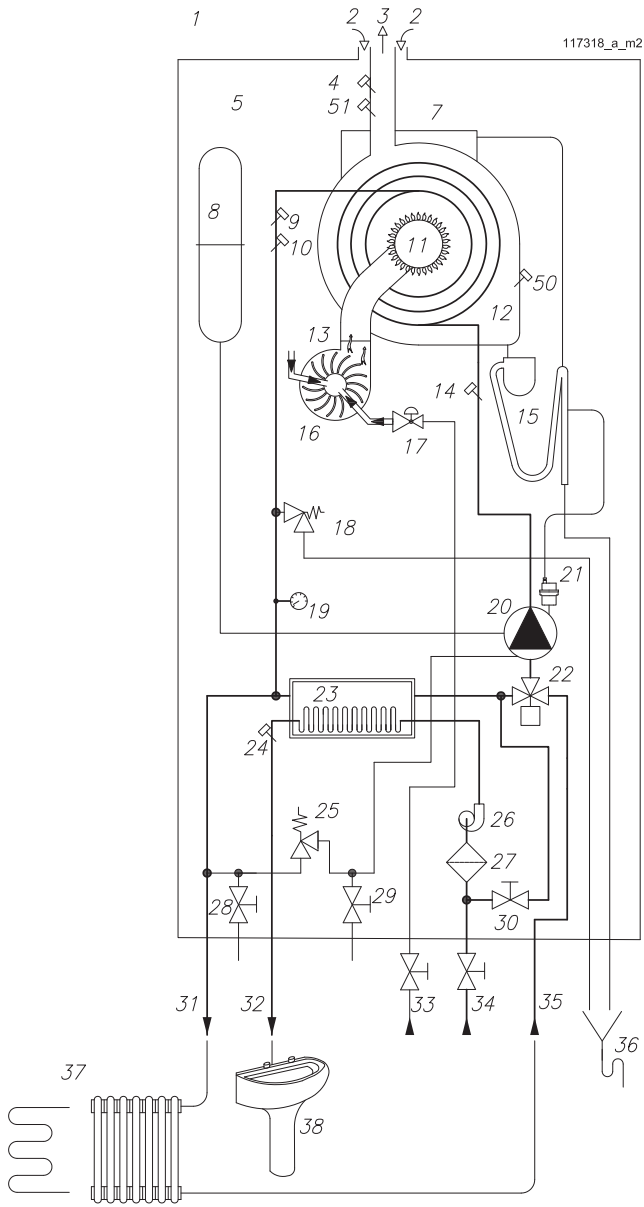

Figura 4-1 - Schema idraulico versione "P"
**“P”** - Con questo apparecchio si può realizzare un impianto per la produzione di acqua calda sanitaria istantanea ed un impianto di riscaldamento con gli elementi riscaldanti funzionanti a temperatura compresa fra 30°C e 80°C. Un esempio di questa tipologia di impianto è esemplificato in Figura 4-1.